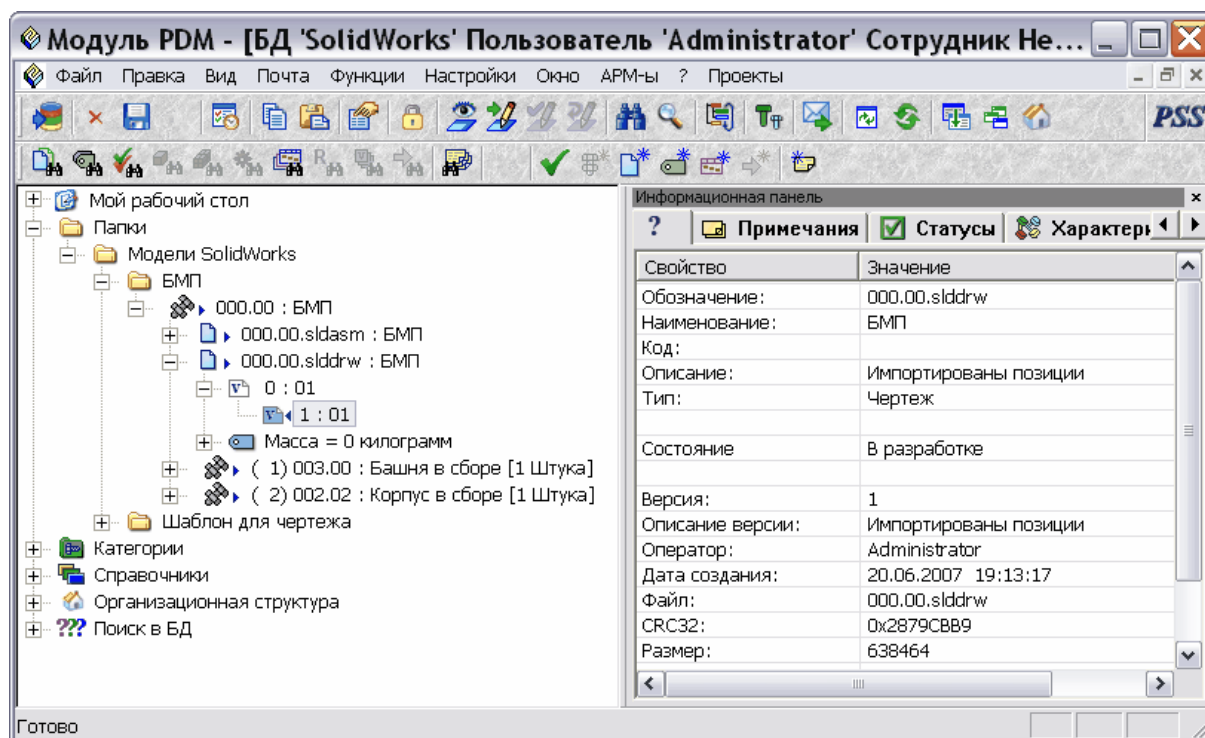

Рис. 90
1. Откройте БД PSS «SolidWorks» (Рис. 90).
3. На инструментальной панели нажмите на кнопку **Показать версии** . После этого в структуре дерева появятся все имеющиеся версии документа сборочного чертежа - **0: 01** и **1: 01** (Рис. 90).
4. В левом окне выделите версию сборочного чертежа БМП **1 : 01**. В правом окне у свойства версии «Описание версии:» указано значение «Импортированы позиции» (Рис. 90). Этот текст мы вводили в качестве комментария в окне **Завершение редактирования** при сохранении сборочного чертежа в БД PSS. У свойства **Оператор** указано значение «Administrator» - имя пользователя, создавшего версию.